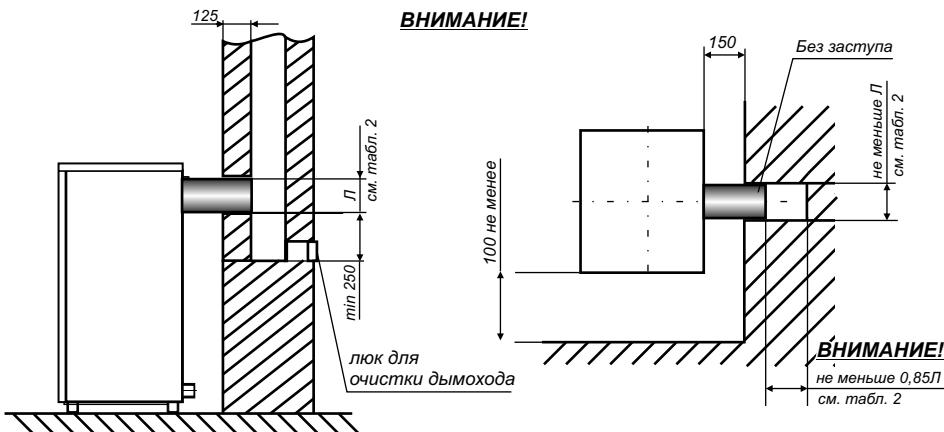

Рис. 4 Схема подключения котла к дымоходу и план установки котла.
а) дымоход, к которому подключается котел, как правило должен быть расположен во внутренней капитальной стене здания рис.4. При расположении дымохода в наружной стене толщина кладки должна соответствовать указанной в таблице:
- е) конец газоходного патрубка котла не должен выступать за стену канала (см. рис. 4).